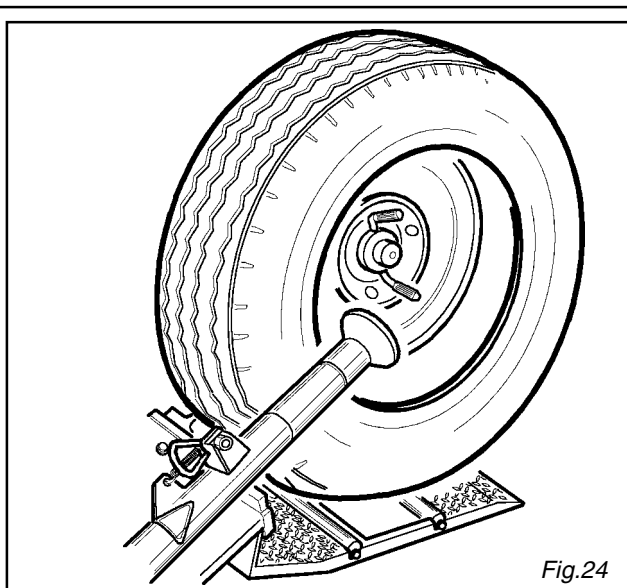

Fig.24
- 7) Agendo sulle leve (3) (4) posizionare il rullo contro il secondo tallone del pneumatico e ruotare il pneumatico fino a portare la pinza nel punto più basso. Il primo tallone dovrebbe essere entrato. (Fig. 24)
- 7) By means of levers (3) and (4) position the roller against the second tyre bead and turn the tyre until the pliers is in its lowest point. First bead should be set in position (fig.24)
- 7) En actionnant les leviers (3) et (4) positionner le rouleau contre le deuxième talon du pneu et tourner le pneu jusqu'à ce que la pince se trouve dans le point le plus bas. Le premier talon doit être rentré (fig. 24)
- 7) Hebel (3) (4) betätigen, um Rollenwerkzeug an den zweiten Reifenwulst zu rücken. Den Reifen drehen lassen, bis wann sich die Zange in niedrigstem Punkt befindet. Erster Wulst soll in Stellung getreten sein (Abb.24)